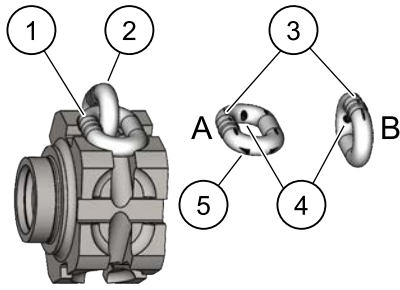

Abbildung 9. Verschleißstellen der Kette
3. Lockern Sie den Teil der Kette, der normalerweise über das Kettenrad läuft. Untersuchen Sie die Kettenglieder auf Verschleiß (siehe Abb. 9). Wenn der Durchmesser an irgendeiner Stelle des Gliedes weniger als 90 % des Nenndurchmessers beträgt, muss die Kette ersetzt werden.